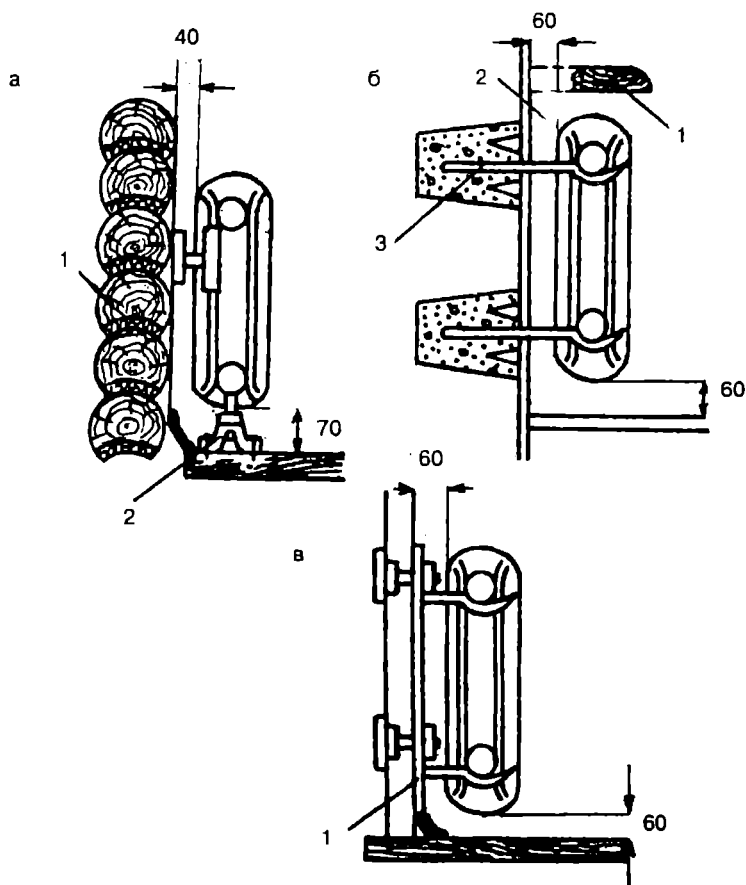

Рис. 59. Монтаж чугунных радиаторов:
4. Установка радиатора (рис. 59)